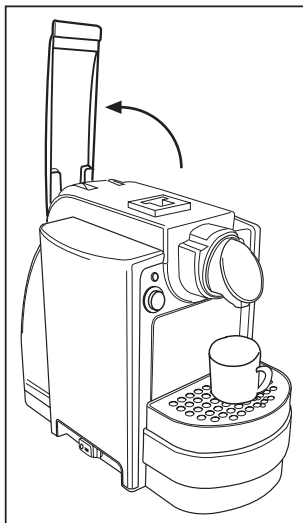
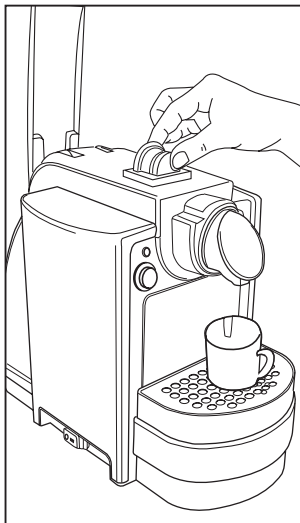

Fig. 8
Fig. 9
- Soulever lentement vers l'arrière (jusqu'à l'arrêt) la manette de commande (1) (Fig. 8) et introduire une capsule dans l'espace prévu (Fig. 9).
- Soulever lentement vers l'arrière (jusqu'à l'arrêt) la manette de commande (1) **(Fig. 8 page 45)** et introduire une capsule dans l'espace prévu **(Fig. 9 page 45)**.